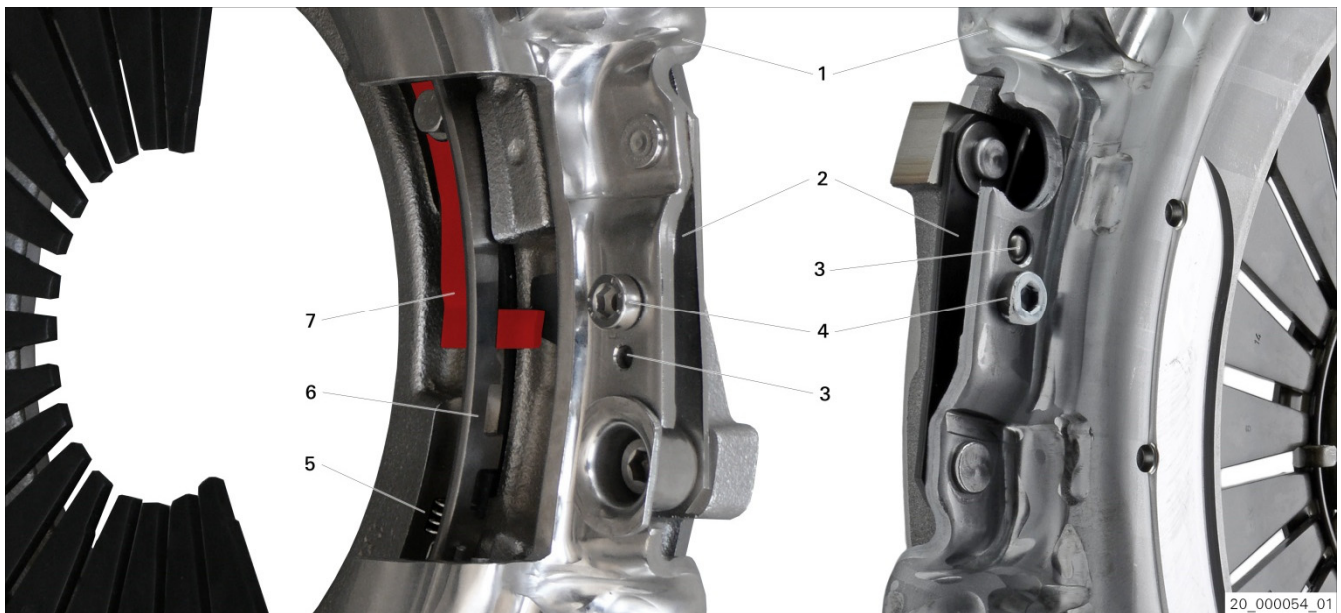

Fig. 1: spingidisco XTend con vite di fermo
- In fase di montaggio di un nuovo disco della frizione, sostituire sempre anche lo spingidisco. Non è possibile resettare il meccanismo automatico di compensazione dell'usura (fig. 1).
Spingidisco XTend con vite di fermo (Fig. 1)